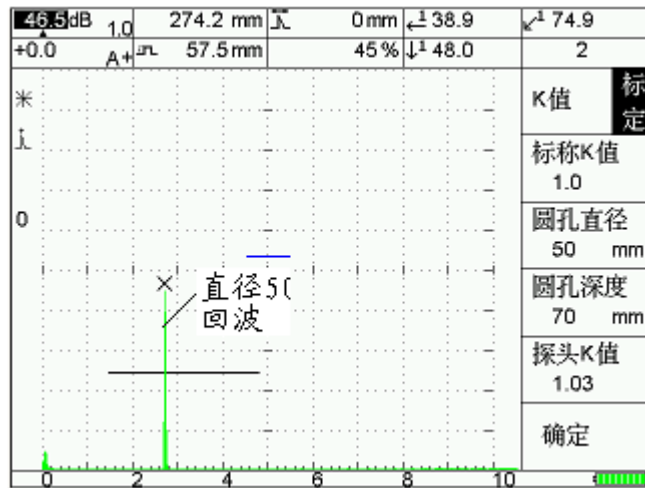
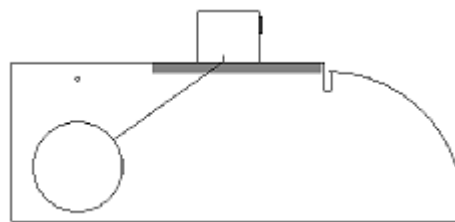

图 4-6
图 4-7 ($K \leq 1.5$)
- (1) 保留 4.3、4.4 节声速及延时、前沿的结果。
- (2) 按[标定]-[B],屏幕显示如图 4-6。
- (3) 按[B],圆孔直径,按【调节键】输入 50mm。
- (4) 按[C],圆孔深度,按【调节键】输入 70mm。
- (5) 按[A],输入探头标称 K 值 1.0。
- (6) 探头位置如图 4-7。(测 35° - 60°)
(7) 将探头对准 CSK-1 试块的 $\Phi 50$ 孔,适当调整范围和增益,使 $\Phi 50$ 孔回波有合适高度,探头声束轴线保持与试块侧面平行,前后移动探头,使回波最高,保持探头不动。见图 4-7 (此时打开峰值功能,有利于找到最高回波)。
(8) 按【闸门 1】键,调节闸门 1 到 $\Phi 50$ 孔回波位置,按[E]确定,仪器将自动计算并显示探头 K 值在[D]处。图中 K 为 1.03。